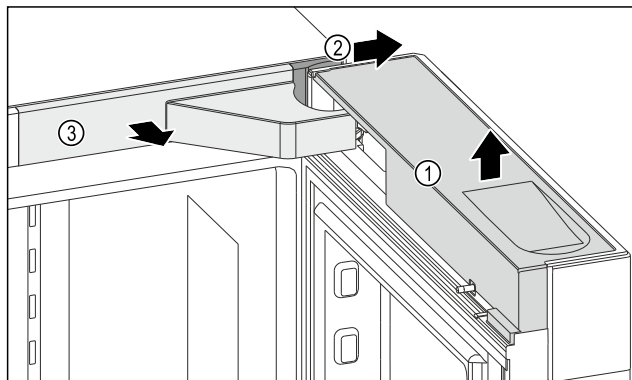

Fig. 10
- Rimuovere la copertura Fig. 10 (1).
- Rimuovere la copertura Fig. 10 (2).
- Rimuovere la copertura Fig. 10 (3).